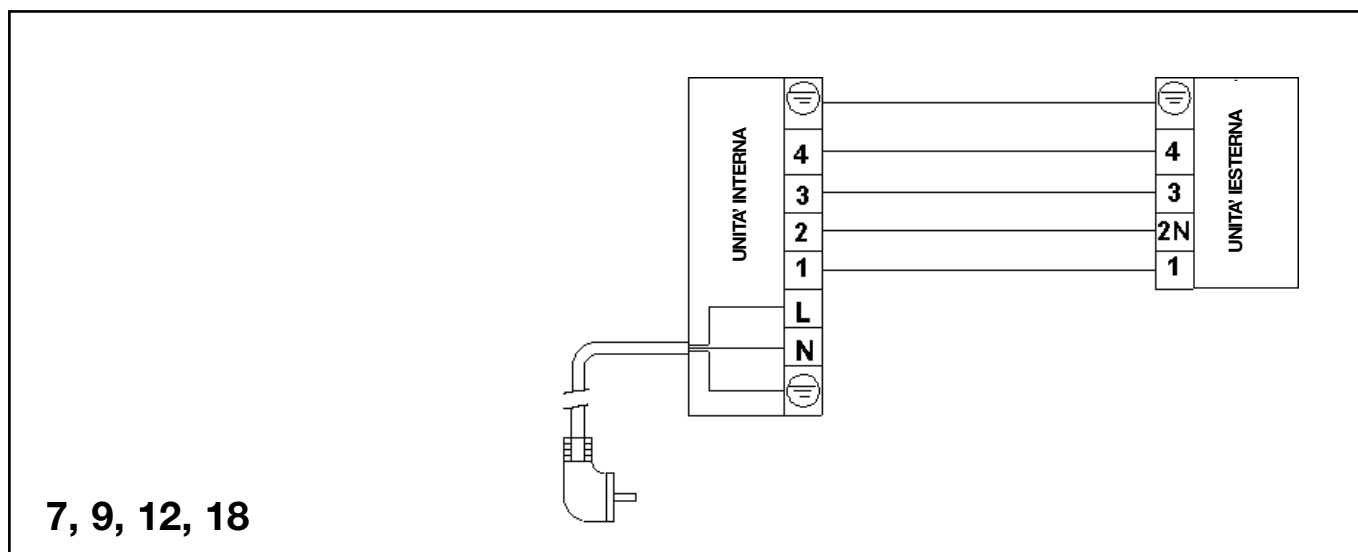

fig.17a
3. Collegare i cavi secondo le indicazioni riportate sui terminali (fig. 17a, 17b).
2. Collegare i cavi alla morsettiera secondo le indicazioni riportate sui terminali e sulla morsettiera (fig. 17a, 17b).